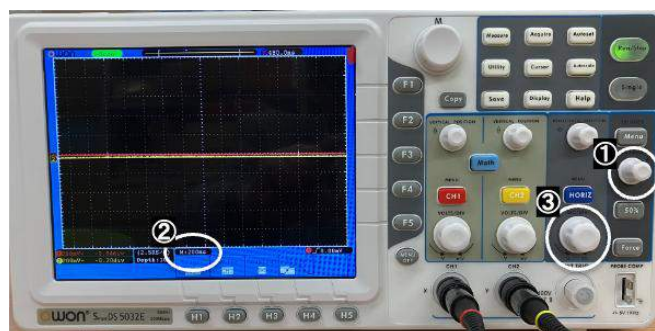

図 3-18. オシロスコープのトリガーレベル，時間軸の設定
- (9) 回路基板の COARSE つまみを回してコイルに流す電流の周波数を変えても、オシロスコープ上の CH1 の信号電圧（赤）がいつも画面左右中央のすぐ左で矩形波の低電圧、すぐ右で高電圧に変化することを確認しなさい。もし、波形が左右（時間軸方向）に動くようなら、図 3-18 の①TRIG LEVEL つまみを回すと画面上に現れた水平な赤線が上下に移動し、赤線が矩形波の振れ幅の中に入ると画面が静止する。
- (10) オシロスコープの横軸（時間軸）の 1 マスの時間幅を調整して、CH1 の信号電圧（赤）の 1~3 周期を表示しなさい。図 3-18 の②画面下の表示が、たとえば「M:20ms」のとき、横軸の 1 マスの時間は 20 ms、つまり 20 ms/DIV である。③SEC/DIV つまみを回すとこれを変えることができる。
オシロスコープの時間軸を調整して(図 3-18 の②SEC/DIV つまみ) 信号の 1~3 周期を表示し、以下に示す<振幅の測定手順>に従っておもり 1 の位置信号電圧の振幅 $V_{\text{amp}} = (V_{\text{max}} - V_{\text{min}})/2$ を測定し、解答用紙 8 の表に記録しなさい。ここで、 V_{max} と V_{min} はそれぞれ位置信号電圧の 1 周期内の最大値と最小値である。
- (1) コイルの向きを変えずに、コイルと分子模型の間隔を約 3 mm に狭めなさい。
- (2) オシロスコープの CH1（赤）に表示される矩形波が時間軸方向に動くときは、図 3-18 の③TRIG LEVEL つまみを回して静止させなさい。